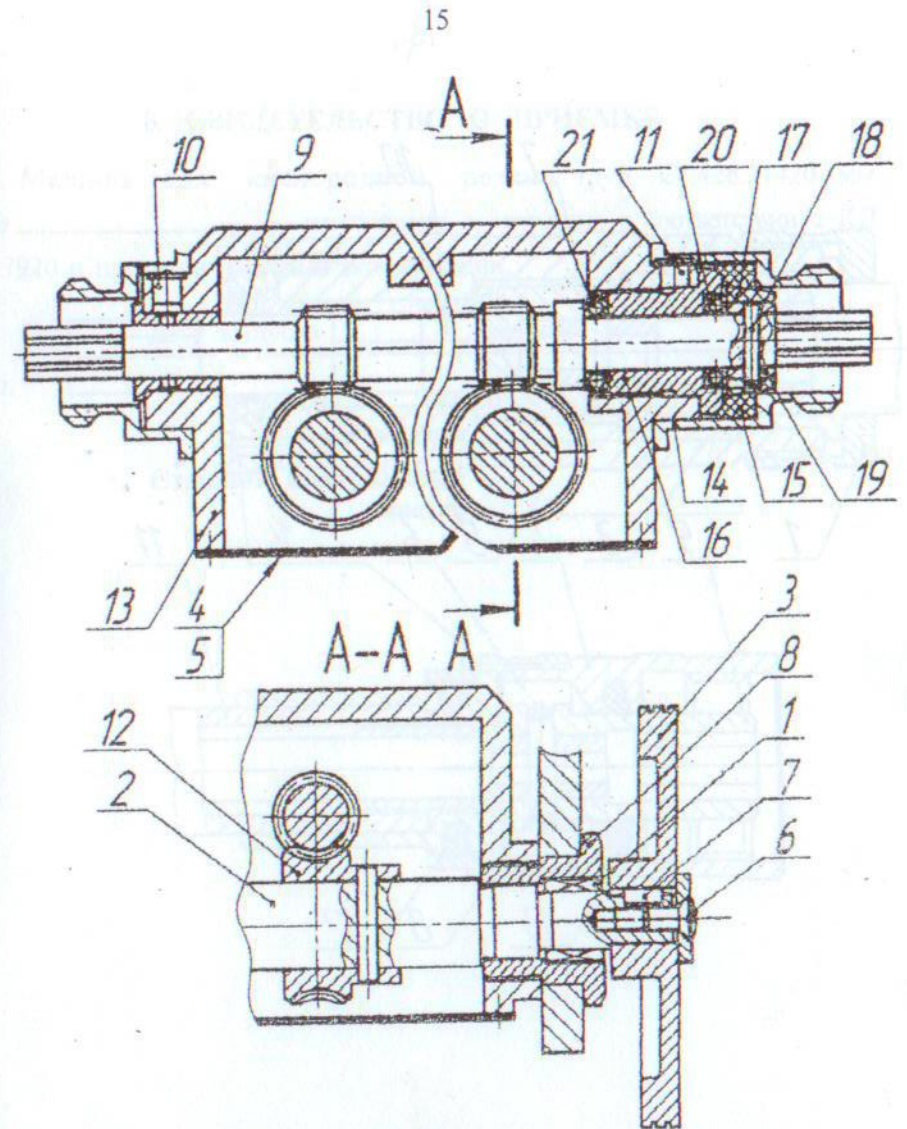

Рисунок 2. Подшипниковые узлы машины.
7.1. Не реже одного раза в три месяца выполнять следующие работы (см. рис. 2):